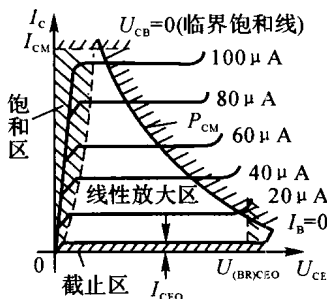

图 1.6
(2) 特性曲线:三极管的输出特性 $I_C = f(U_{CE})|_{I_B=\text{常数}}$ 是一个曲线簇,如图 1.6 所示。